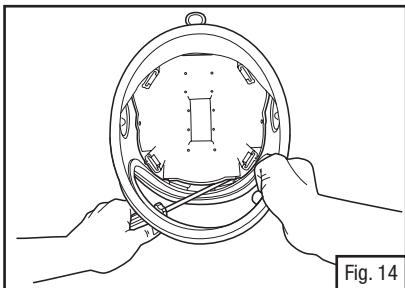

Fig. 14
2. Gire o capacete de cabeça para baixo e coloque uma chave de fenda de lâmina chata grande entre a concha interior e a concha externa no local de uma das cavidades de suspensão frontais (Fig. 14).